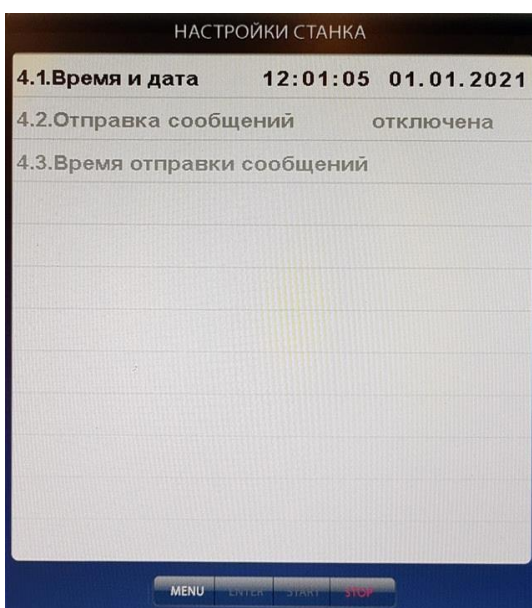

рис. 19.1
19.2. Настройка времени (рис.19.1).